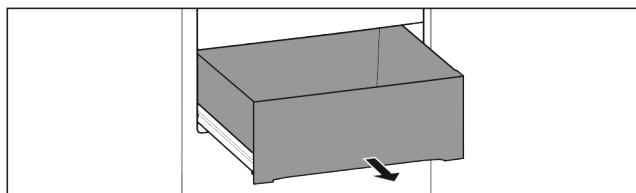

Fig. 12
- Szuflada jest całkowicie wyciągnięta (patrz Fig. 12) .